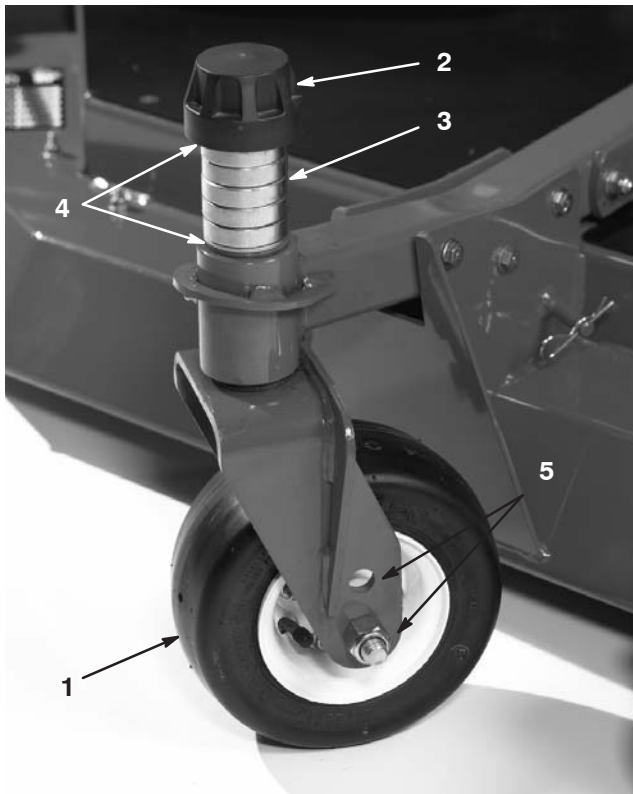

Figure 1
1. Retirez les chapeaux de tension des axes de pivot et retirez les entretoises et les rondelles de butée (Fig. 1).
2. Glissez les entretoises sur l'axe de la roue pivotante pour obtenir la hauteur de coupe voulue. Consultez la Figure 7 pour déterminer les combinaisons d'entretoises requises pour le réglage. Glissez une rondelle de butée sur l'axe, et poussez l'axe de pivot dans le bras pivotant. Montez une autre rondelle de butée et les entretoises restantes sur l'axe, puis posez le chapeau de tension pour fixer l'ensemble (Fig. 1).